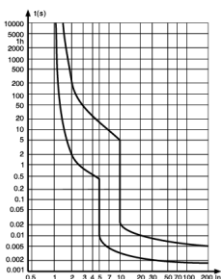

Рис. 4. Время-токовая характеристика C.
8.3 Время-токовую характеристику АВДТ серии ДИФ-101 S см. рис. 4.